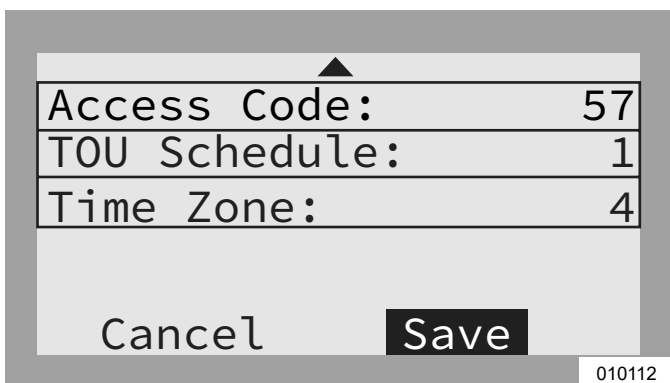

Figura 6-14. Configuración del programa TOU (4 de 4)
8. Consulte la **Figura 6-14**. Para confirmar los cambios en todas las entradas, resalte Save (Guardar) y presione el botón central.